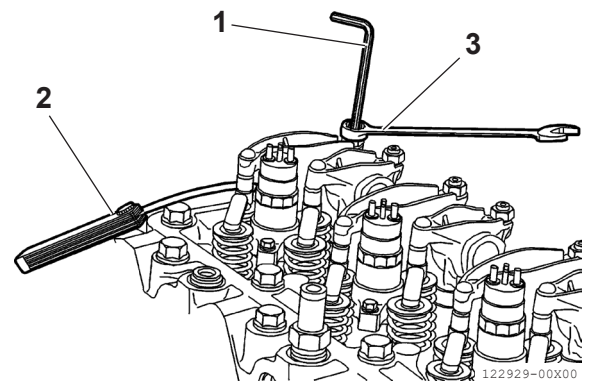

Bild 24
- Justering av spelet mellan vipparmarna och tryckstängerna för styrning av avgas- och insugsventilen måste utföras ordentligt med en insexnyckel (bild 24, (1)), ett bladmått (bild 24, (2)) och en ringnyckel (bild 24, (3)).